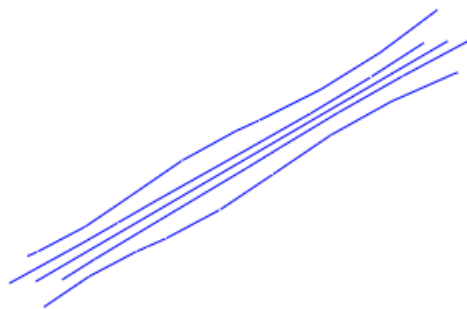

图 39-7
- (6) 单击 ，完成基准曲线绘制，如图 39-7 所示。